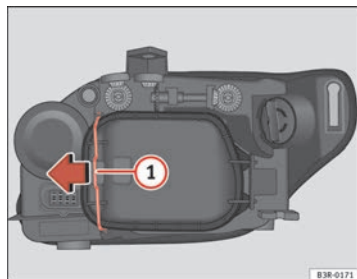

Fig. 208 Feux de croisement
Bien que ce ne soit pas nécessaire, retirez préalablement le couvercle rigide ➔ page 286, fig. 208; il facilite le remplacement de l'ampoule de direction. ■
- Déplacez le tirant ⇒ fig. 208 ① dans le sens de la flèche et retirez le couvercle rigide en séparant d'abord le côté du tirant et en ôtant ensuite les deux languettes de l'autre extrémité du couvercle.